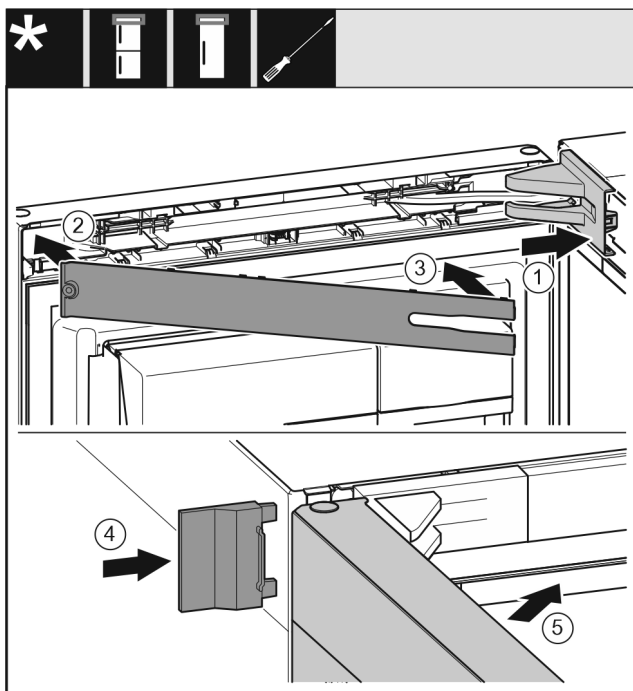

Fig. 26
- 放上并插入托架盖 Fig. 26 (1)，如有必要小心地按压分开。
- 盖上隔板 Fig. 26 (2)。
- 转入隔板 Fig. 26 (3)并卡入到位。
- 插入外盖 Fig. 26 (4)。
- 关闭冰箱上方门 Fig. 26 (5)。